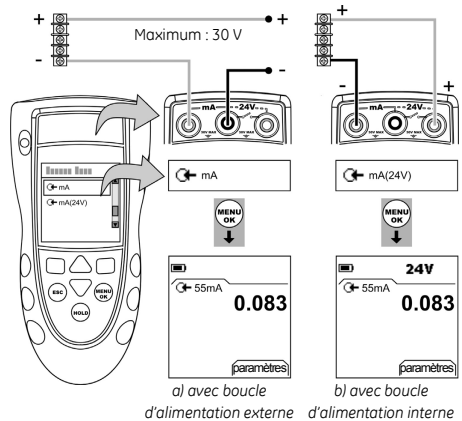

Figure 4 : Exemple de configuration - Mesure de courant (mA)
1. Connecter l'instrument (Figure 4) et, si nécessaire, régler la Configuration (Tableau 1).